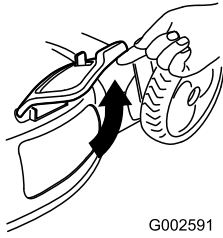

Figure 24
- Lift open the side discharge door (Figure 24).